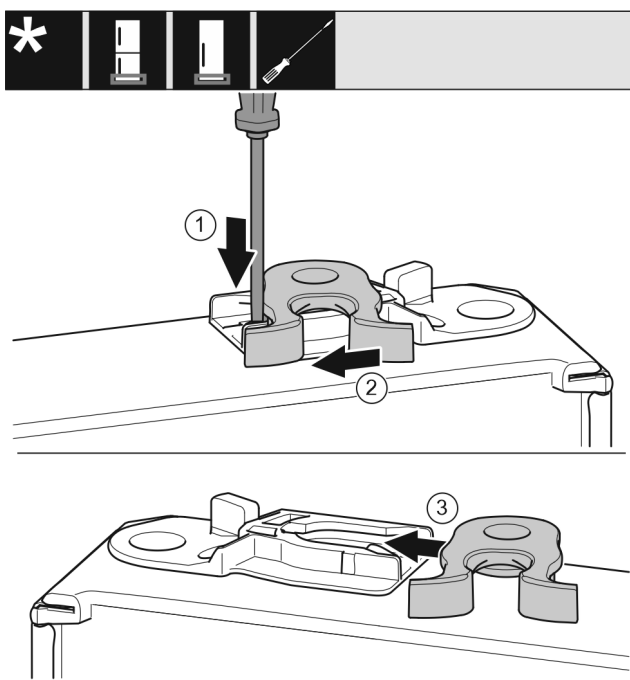

Fig. 17
- ▶ Ravnim odvijačem pritisnite jezičac prema dolje. Fig. 17 (1)
- ▶ Izvucite kuku za zatvaranje iz vodilice. Fig. 17 (2)
- ▶ Gurnite kuku za zatvaranje na drugoj strani u vodilicu. Fig. 17 (3)